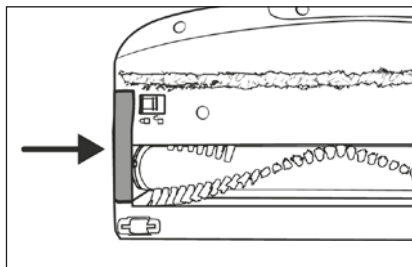

Fig. 27
- 5) Insérez le rouleau de brosse ❶ dans la brosse de sol ❷. Pour cela, tournez légèrement le rouleau brosse ❶ pour pouvoir l'utiliser plus facilement.
- 6) Remplacez le support de rouleau de brosse ❸ dans la brosse de sol ❷. Poussez-le vers le bas jusqu'à ce qu'il s'enclenche dans la brosse de sol ❷ avec un clic (voir fig. 27).